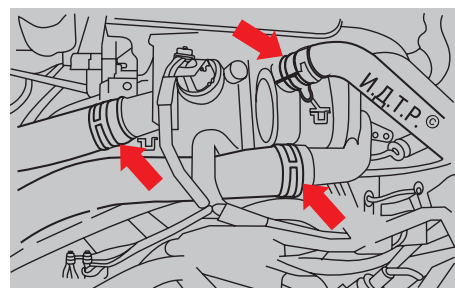

Рис. 5.13. Водораспределитель двигателя Duratec объемом 1,3 л
8. Сжав пассатижами хомуты и сдвинув их по шлангам, отсоедините шланги от патрубков водораспределителя (рис. 5.13).